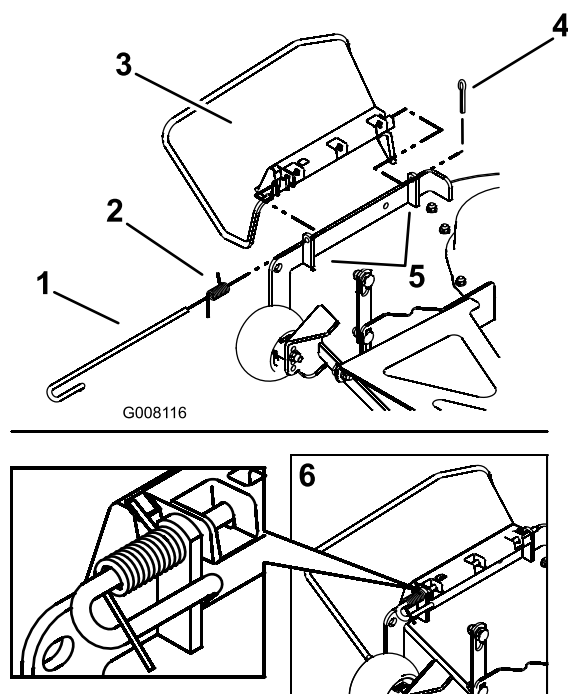

Figura 56
5. Instale el muelle y la varilla de manera que la varilla no pueda salir del soporte delantero, y que el muelle retenga el deflector de descarga en la posición bajada. Consulte la orientación correcta en Figura 56.
1. Localice los elementos mostrados en la Figura 56.
4. Oriente el muelle de modo que la pata corta señale hacia el deflector de descarga y la pata más larga señale hacia la plataforma, según se muestra en Figura 56. Coloque el muelle en la varilla y deslice el extremo recto de la varilla por el soporte delantero